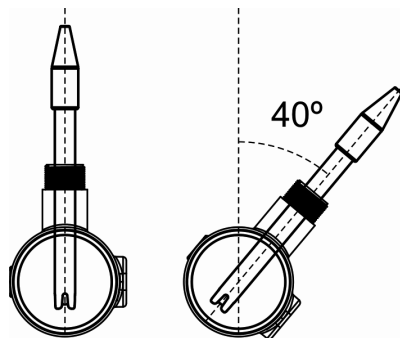

Fig. 13
4. **De pH-sonde moet steeds als volgt worden geïnstalleerd: bij voorkeur verticaal, ofwel met een maximale schuif van 40°** (Fig. 13).